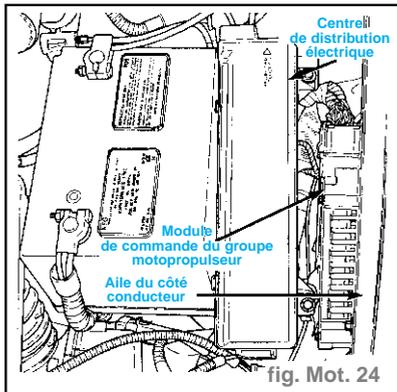

fig. Mot. 24
- Examiner les fusibles du centre de distribution électrique (**PDC**). Vérifier que tous les fusibles et relais sont complètement engagés dans le **PDC** (fig. Mot. 24). Une étiquette fixée au dos du couvercle du **PDC** identifie les relais et fusibles du **PDC**.